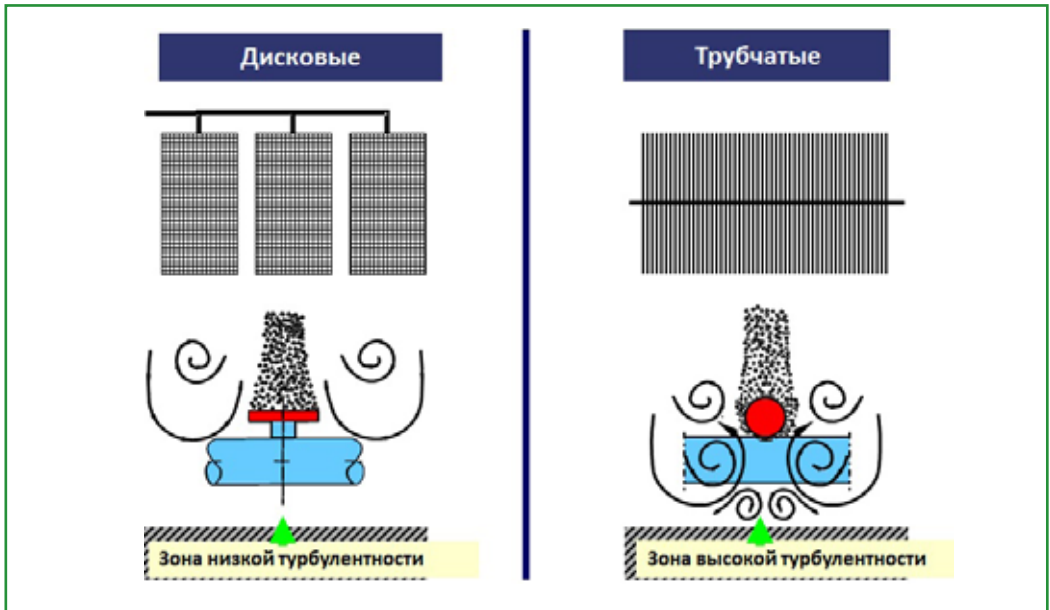

Рис. 3. Образование пузырьков воздуха и турбулентность
- образование пузырьков воздуха (рис. 3);